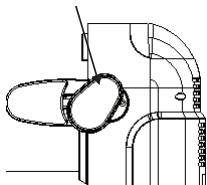

Abbildung 6-1
- b. Trennen Sie das Netzkabel vom Stromnetz, drehen Sie den Schalter des Füllbehälters in die offene Position (Abbildung 6-1) und nehmen Sie den Füllbehälter heraus (wenn ein akustisches Signal ertönt). Nehmen Sie dann den Rühreinsatz heraus, reinigen Sie ihn und wischen Sie ihn trocken.